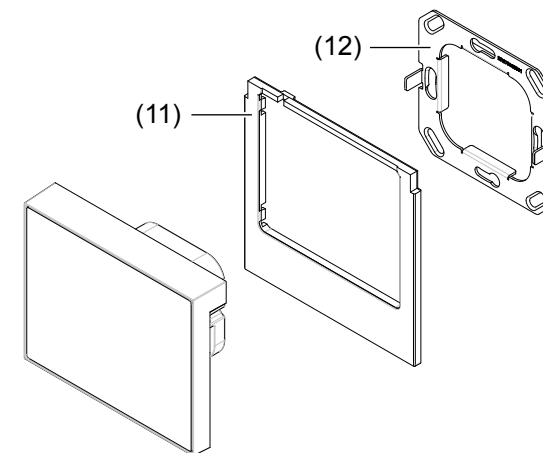

Bild 10: Montage
■ Designrahmen (11) rückseitig anlegen und über die Fixierungen (15) drücken, bis er einrastet.
■ Gerät lagerichtig über den Tragrings positionieren, so dass die Aufnahmen am Gerät (13) und die Stifte am Tragrings (12) übereinander liegen (Bild 10).
■ Gerät langsam auf den Tragrings (12) drücken, bis die Klemmfedern (16) im Tragrings einrasten und die magnetischen Haltepunkte (14) den Tragrings zusätzlich fixieren.